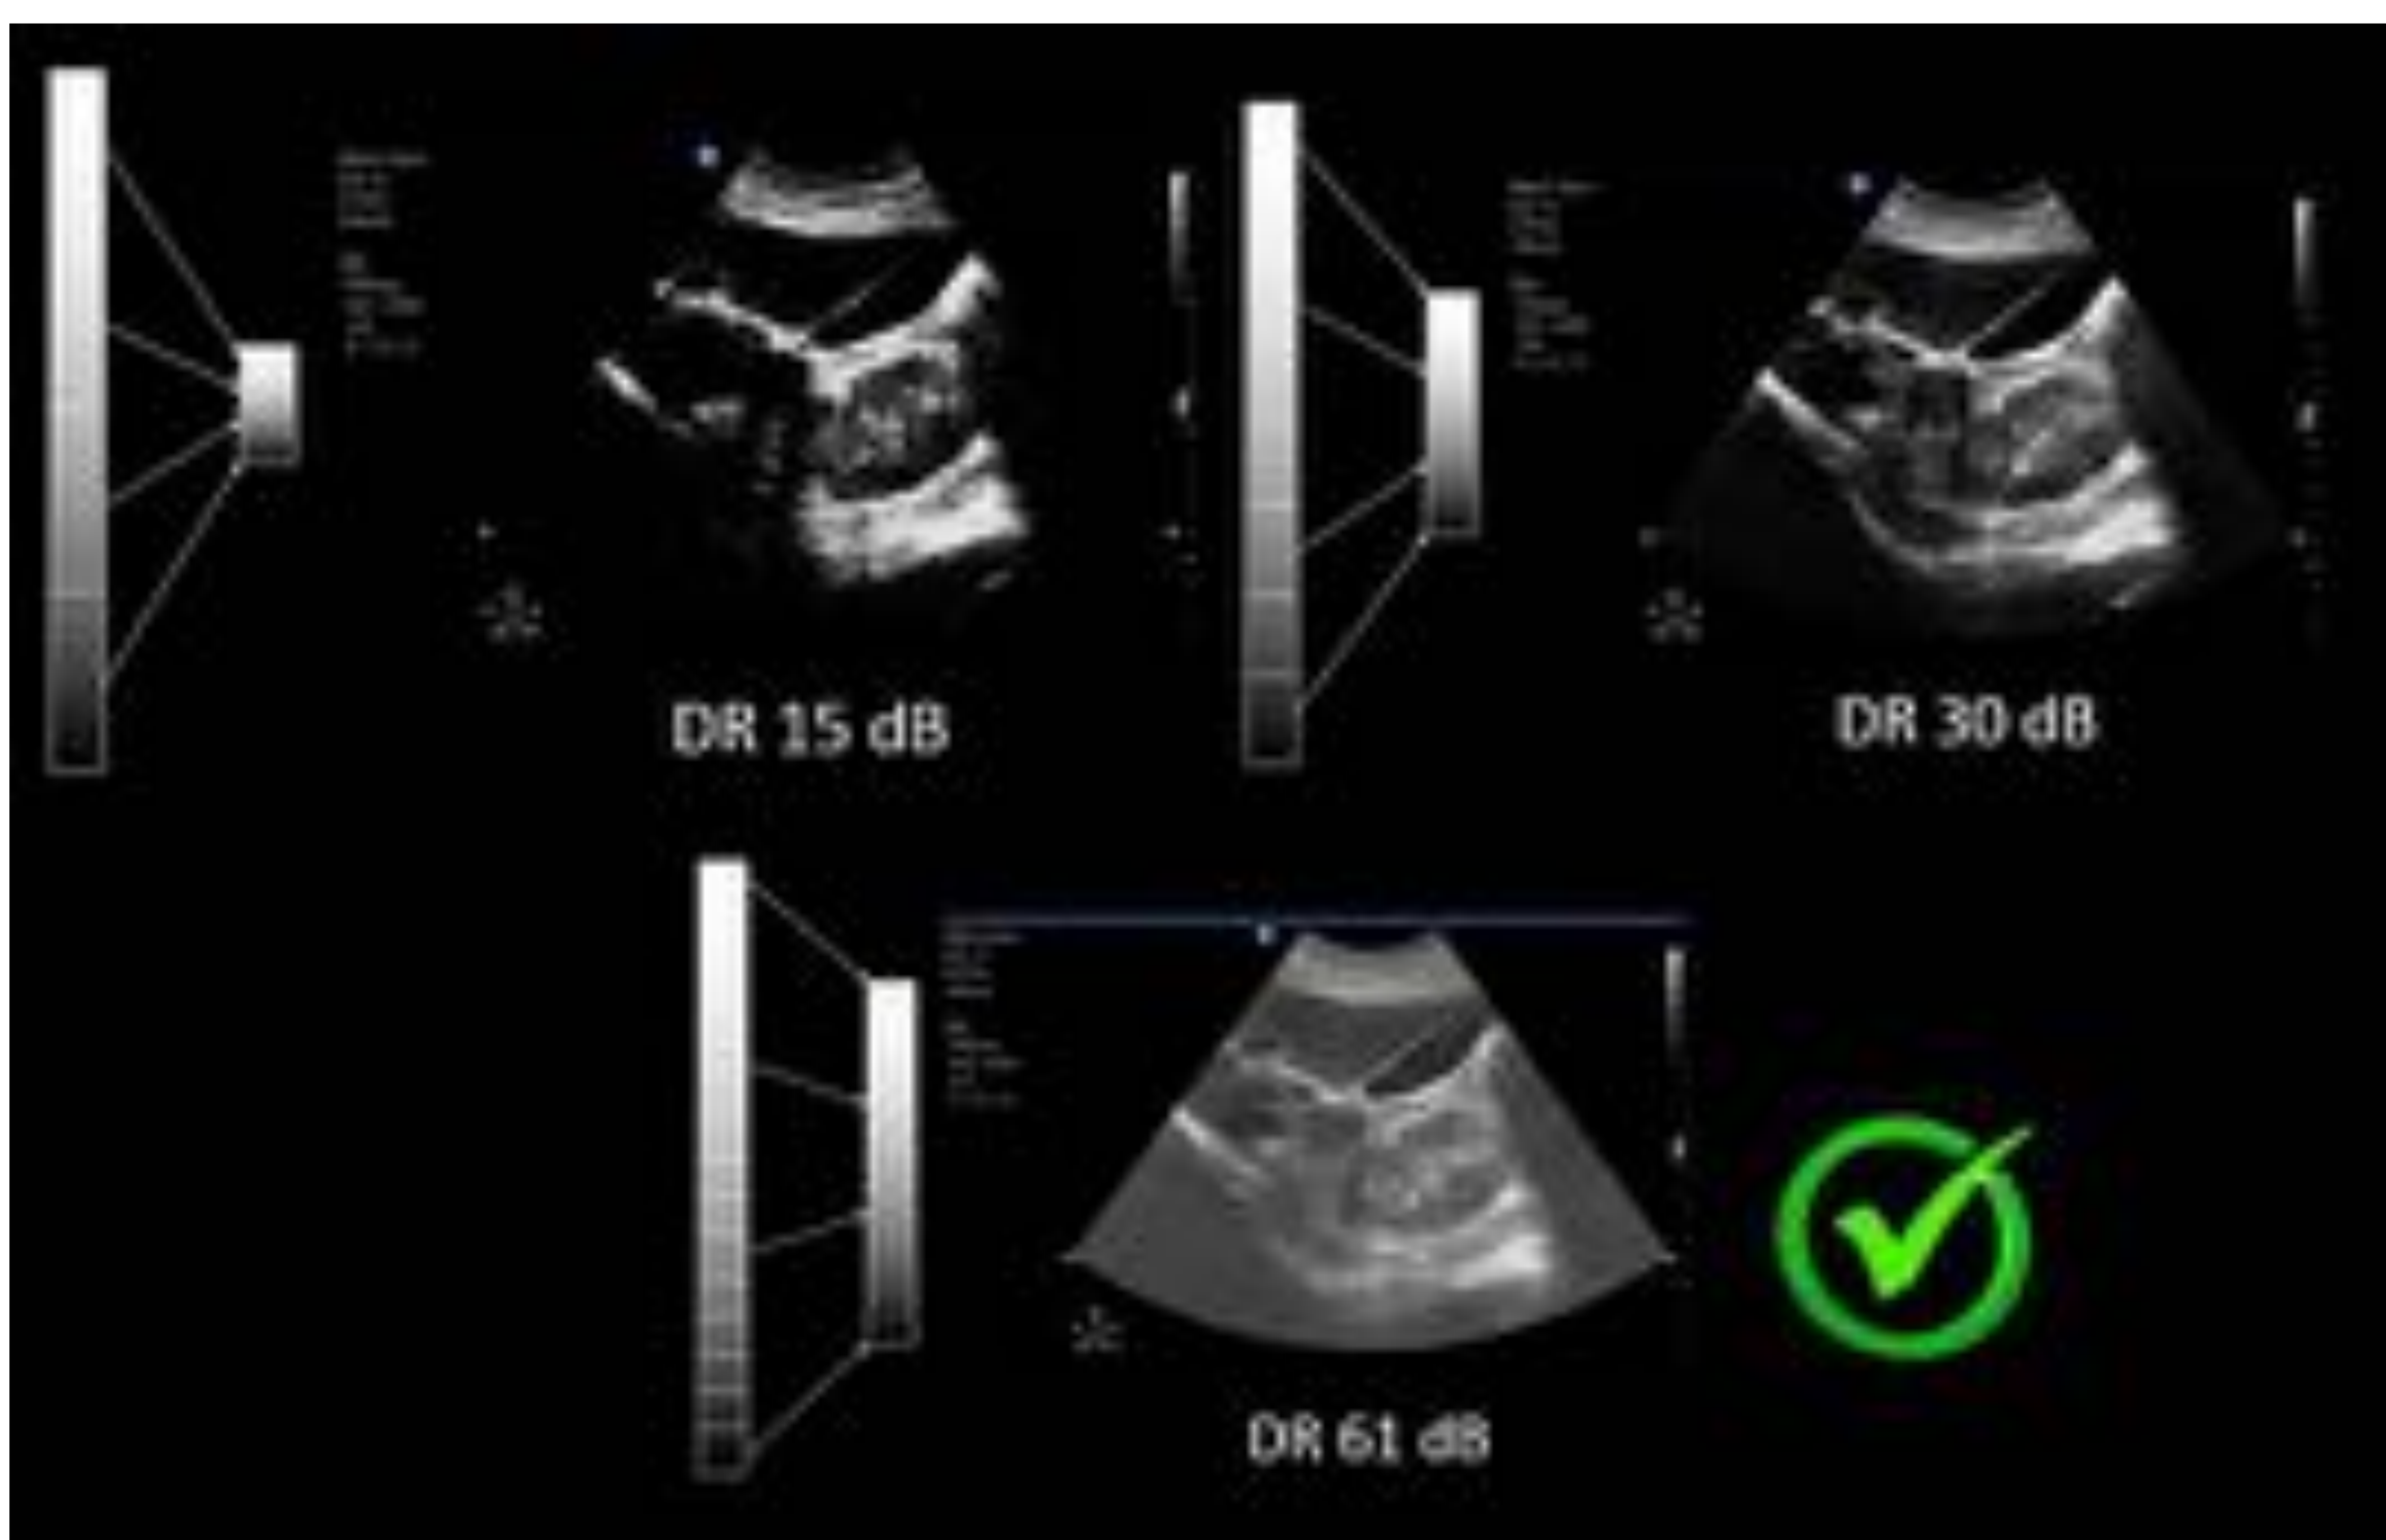

Figura 10. Rango dinámico.
También se denomina rango dinámico (DR) o gama dinámica. Es la capacidad del equipo de reconocer dos ultrasonidos reflejados con una pequeña diferencia de intensidades, lo que permitirá asignar diferentes tonos de gris entre las estructuras. Podría decirse que es la distribución correcta de la escala de grises. Figura 10.